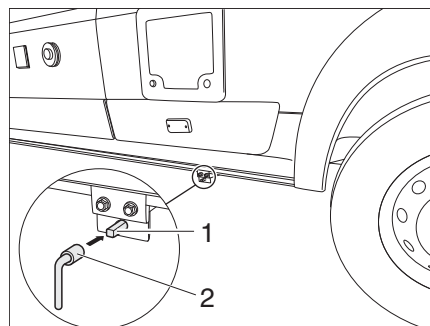

Bild 115 Bedienung Abwasserhahn
- Schlüssel (Bild 115,2) auf Vierkant (Bild 115,1) stecken.
- Zum Öffnen des Abwasserhahns den Vierkant (Bild 115,1) eine viertel Umdrehung gegen den Uhrzeigersinn drehen.